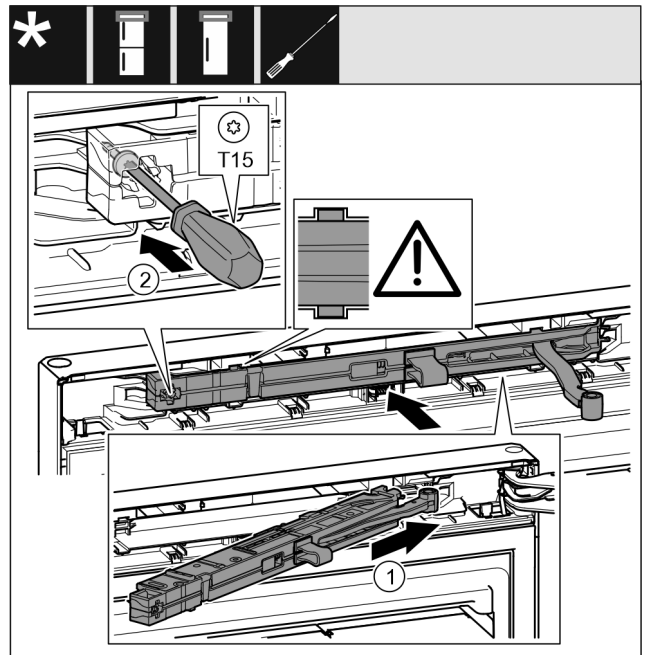

Fig. 30
- ▶ Schließdämpfereinheit Fig. 30 (1) auf der Lagerbockseite bis zum Anschlag schräg in die Aussparung einschieben.
- ▶ Schraube Fig. 30 (2) mit einem Schraubendreher festschrauben.